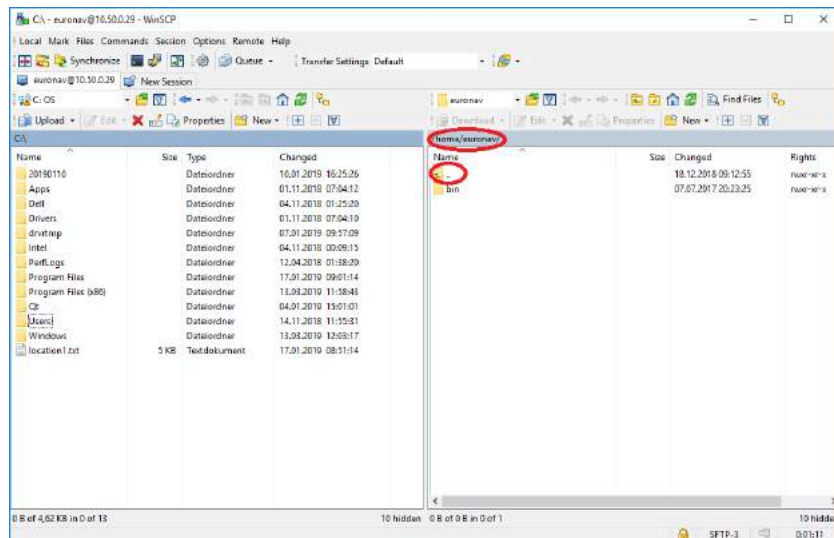

Abbildung 17: WinSCP Verbindung
- Standardmäßig wird die Verbindung im Ordner „/home/euronav/“ hergestellt. Um auf die Daten des Sensors zuzugreifen, gehen Sie zwei Ebenen nach oben, indem Sie auf „..“ klicken (vgl. Abb. 17).